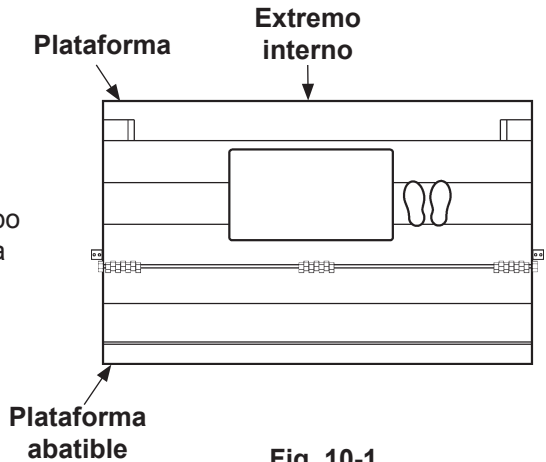

Fig. 10-1
4. Cargar la plataforma al nivel del suelo de la siguiente manera. Coloque todas las cargas lo mas cerca posible al extremo interno de la plataforma con la parte mas pesada en dirección al cuerpo del camión como se muestra en **Fig. 10-1**. Si necesita estar parado sobre la plataforma con la carga, hagalo en el área de las huellas y cumpla con la **ADVERTENCIA** anterior